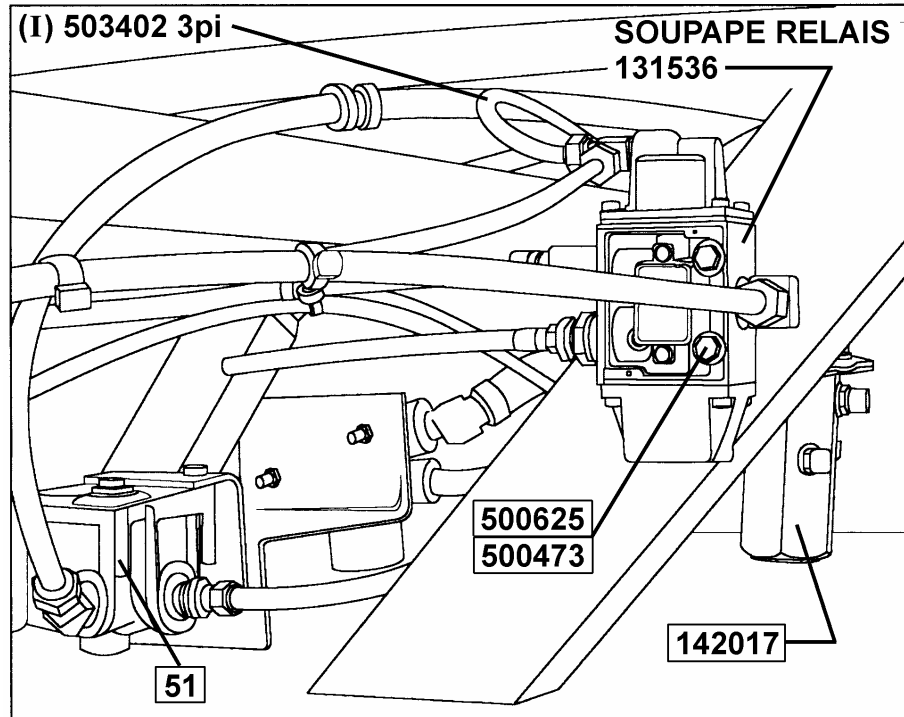

FIGURE 6 : LOCALISATION DE LA SOUPAPE RELAIS DROITE
3. Percer deux trous de 6 mm de diam. (15/64) pour fixer la soupape relais (Prévost #131536) sur le même montant diagonal. Utiliser deux vis autotaraudeuses (Prévost #500625) et deux rondelles-freins (Prévost #500473) (voir figure 6).
4. Installer un tube de plastique ¼ po. noir (Prévost #503402) d'environ 3 pieds de longueur entre la soupape d'inversion et la soupape relais (Prévost #131536) (voir figure 6).
6. Retirer la soupape 63 et la soupape 35, retirer les raccords ainsi que les tuyauteries flexibles qui ne sont plus nécessaires (voir le schéma pneumatique D-149198 p. 3). Installer le raccord sur cloison (F) de ¼ po. (Prévost #641148), installer le coude à 90° (Prévost #641371) sur la soupape d'annulation de freinage (182).